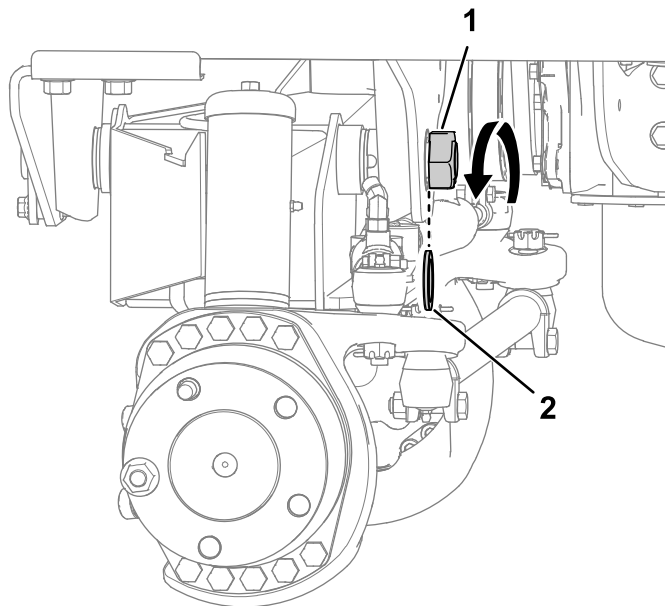

Figura 6
1. Retire a porca de bloqueio e a anilha de encosto que fixa o eixo articulado à estrutura, como se mostra na Figura 6.